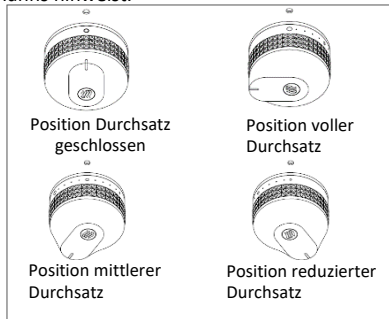

Abbildung 2: Einstellung des Bedienungshebels
6. Stellen Sie nun die Flammhöhe durch Drehen des oder der Bedienungshebel nach Belieben auf vollen Durchsatz (großer Kreis) oder geringen Durchsatz (kleiner Kreis) ein (Siehe Abbildung 2)